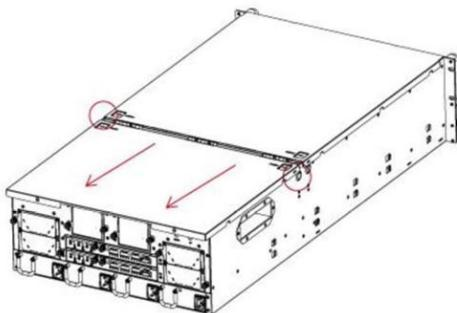

Рисунок 77 - Снять заднюю верхнюю крышку
- 2) Установить заднюю крышку назад, пока он не отделяет от защелки, а затем удалить ее из корпуса дискового массива (см. Рисунок 77).